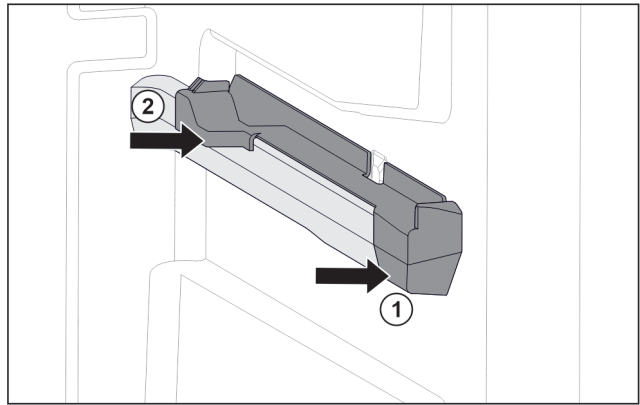

Fig. 76 Påsettsingsdel på høyre beholderribbe
- ▶ Sett på påsettsingsdel foran på beholderribben. Fig. 76 (1)
- ▶ Trykk på påsettsingsdel bak. Fig. 76 (2)